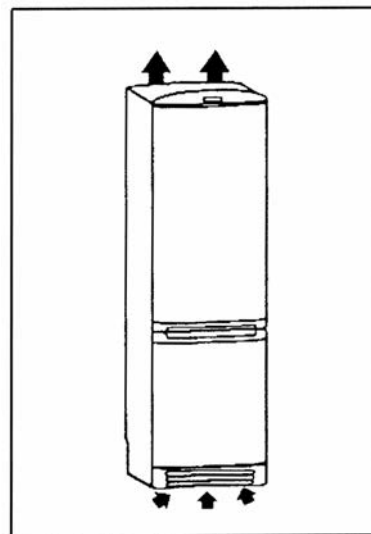

Рис. 1
- Ни в коем случае не закрывайте вентиляционные отверстия прибора (см. рис. 1)